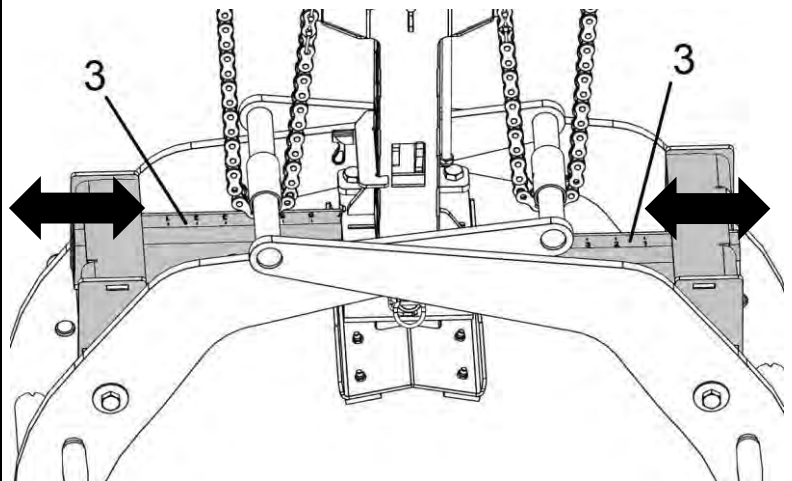

Abb. 3
4. Beweeg de zijdelen (3) aan beide zijden (synchroon aan elkaar) totdat het vereiste grijpbereik voor het te grijpen materiaal (betonnen buis) is ingesteld (Fig. 3).